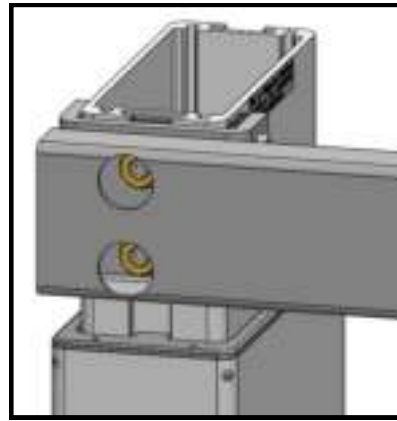

**Abbildung 6**
- Positionieren Sie die Kufen wie auf Abbildung 6 zu sehen in Relation zu der Traverse.